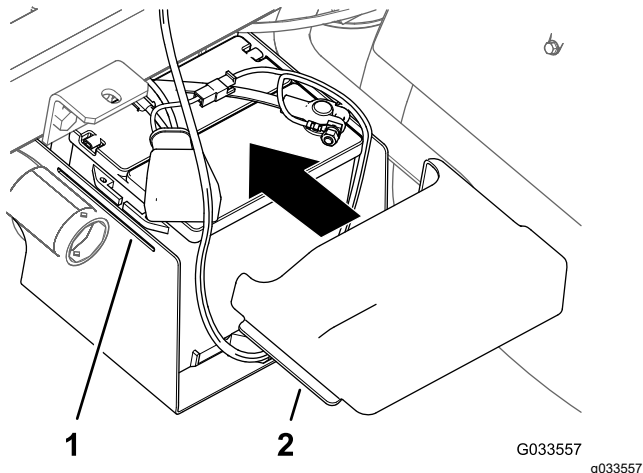

Figura 31
10. Strângei părțile laterale ale capacului bateriei, alinai proeminențele capacului cu fantele din baza bateriei i deblocați capacul bateriei (Figura 31).